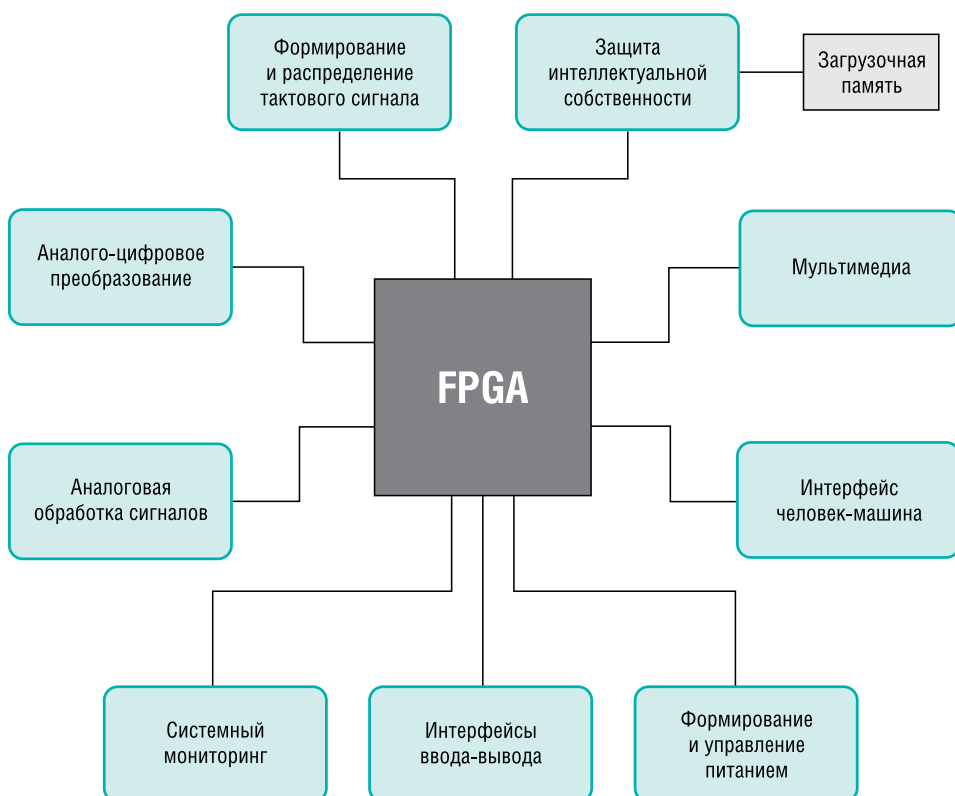

Рис. 1. Периферия ПЛИС
- управление питанием (рисунок 1).